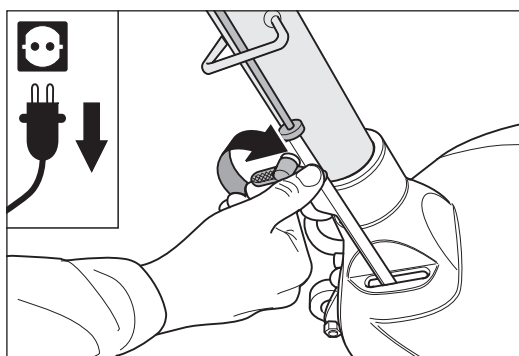
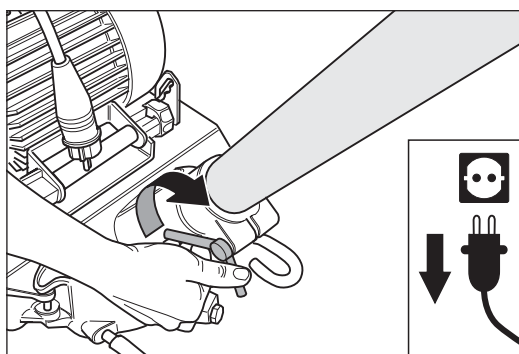

Abb. 59 Nach dem Einbau des Führungsrohrs die Flügelschraube am Gestängeunterteil sorgfältig festziehen.
Abb. 60 Nach dem Einbau des Führungsrohrs die Flügelmutter am Maschinengehäuse sorgfältig festziehen.
- 3 Ziehen Sie die Flügelschraube am Gestängeunterteil (Abb. 59) und die Flügelmutter am Maschinengehäuse (Abb. 60) sorgfältig fest.